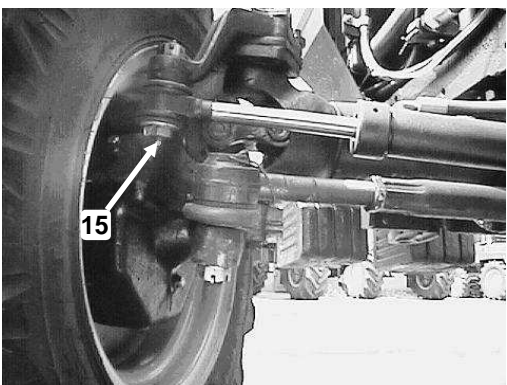
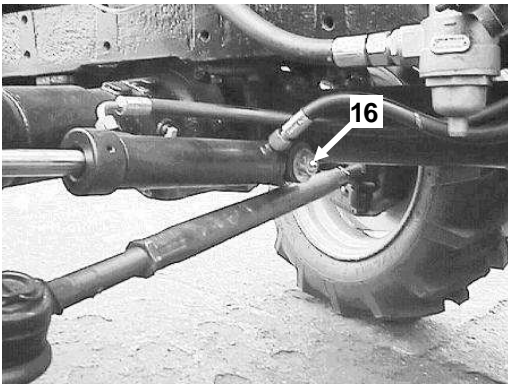

Abb. E-10 Lage des Ölers des Stifts der Lenkungsverstärkers (15)
Abb. E-11 Lage des Ölers des Stifts der Lenkungsverstärkers (16)
- Stife des Kraftverstärkers in der Lenkung (Abb. E-10, Pos. 15; Abb. E-11, Pos. 16)